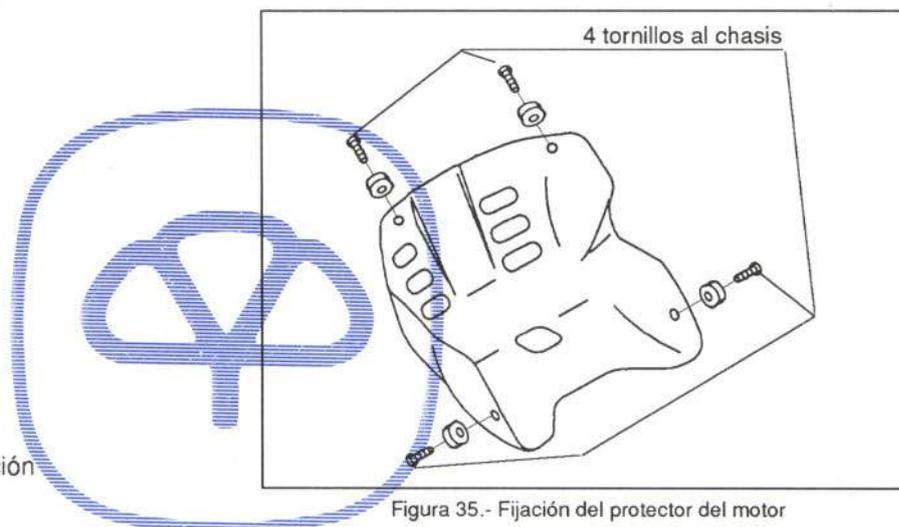

Figura 35.- Fijación del protector del motor
En la figura 35 se muestra su fijación
- Protector inferior de motor (figura 35)